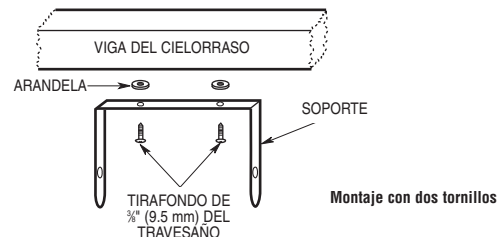

Figura 2
1. Retire el soporte del calefactor y colóquelo en la posición de montaje deseada (vea la Figura 2). Fijelo firmemente a la estructura del edificio mediante los accesorios de montaje adecuados (suministrados por terceros).